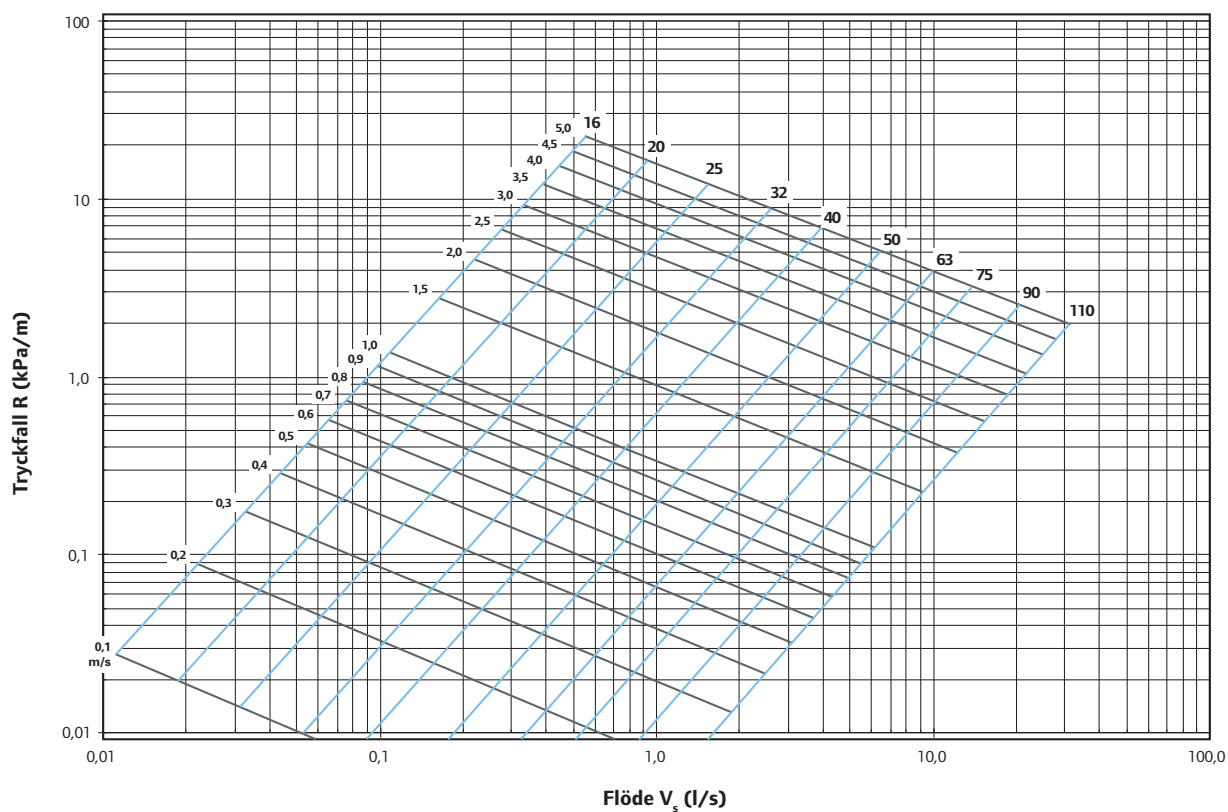

Bild 7.
12) och bild 7 (sid 13). Enligt tabell 3 bestäms sannolikt flöde ( $q$ ) på basis av summan av normflödena ( $Q$ ) och den största vattenarmaturens normflöde ( $q_1$ ). Det sannolika flödet är mindre än summan av normflödena eftersom sannolikheten för samtidig användning av flera vattenarmaturer har tagits med i beräkningen. I tabell 3 anges också flödeshastighet och tryckfall per meter för olika rördimensioner vid olika sannolika flöden. Tabell 2 (sid 11) visar en jämförelse mellan Unipiperör och kopparrör med avseende på flödeshastighet och tryckfall vid olika normflöden.
Värmekretsarna och deras flöden bestäms på basis av beräknade effektbehov för uppvärmning och valda tilllopps- och returvattentemperaturer. Rördimensioner och olika kretsars tryckfall bestäms utgående från effektbehoven och flödena med hjälp av tabell 5 (se nedan) och bild 7 (sid 13). För beräkning av tryckfall i olika kopplingsdetaljer används koefficienterna för engångsmotstånd i tabell 4 (sid 13). Tabell 6 (se nedan) visar dimensionsjämförelser mellan Unipiperör och stålrör samt Unipiperör och kopparrör.
Kylkretsarna och deras vattenströmmar fastställs på basis av effektbehovet för kylning och valda tilllopps- och returvattentemperaturer. Rördimensioner och tryckfall i kretsarna bestäms utgående från vattenströmmarna och med hjälp av bild 7 (sid 13). För beräkning av tryckfall i olika kopplingsdetaljer används koefficienterna för engångsmotstånd i tabell 4 (sid 13). Vid dimensioneringen skall hänsyn tas till inverkan av vätskeblandningens viskositet. Kontakta Uponor för närmare information.